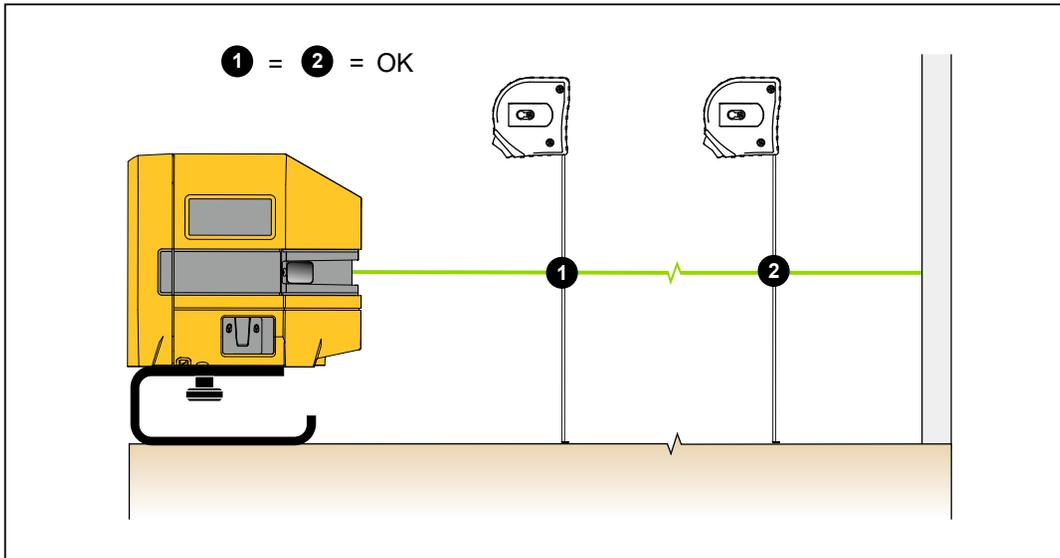

Figura 3. Allineamento di un elemento esistente
3. Misurare lo spazio dall'elemento al laser a diverse distanze dal prodotto. Vedere la Figura 3.